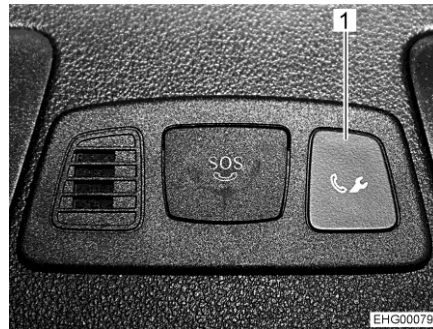
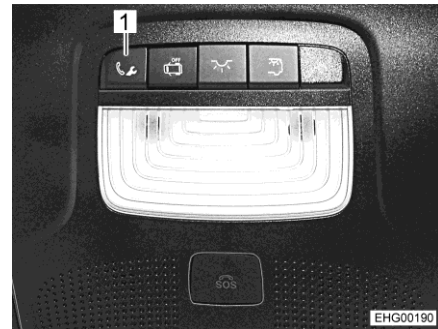

Fig. 10 Tasto per la chiamata di soccorso (console centrale)
Fig. 11 Tasto per la chiamata di soccorso (console a tetto)
- Premere il tasto (Fig. 10,1 o Fig. 11,1) per la chiamata di soccorso. Viene avviata una chiamata al centro di assistenza clienti di Mercedes-Benz.